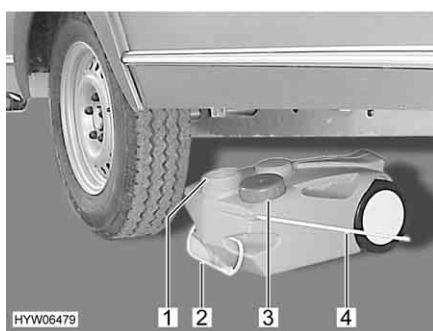

Fig. 151 Réservoir d'eaux usées, mobile
- Fermer l'ouverture du réservoir d'eaux usées (Fig. 151,1) à l'aide du couvercle (Fig. 151,3).
- Retirer le réservoir d'eaux usées par la poignée (Fig. 151,2).
- Rabattre la poignée de manutention (Fig. 151,4) vers le haut et placer le réservoir d'eaux usées.